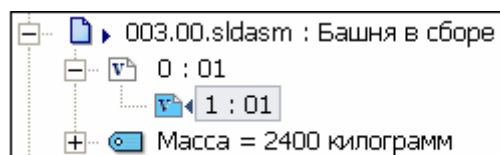

Рис. 57
3. На инструментальной панели нажмите на кнопку **Показать версии** . У документа **003.00.sldasm : Башня в сборе** появилась вторая версия – **1 : 01** (Рис. 57).